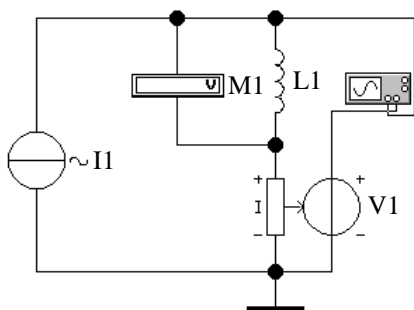

Рис. 2
2.5. Соберите схему для исследования индуктивности (рис. 2). Индуктивность L1 находится в группе «Basic».